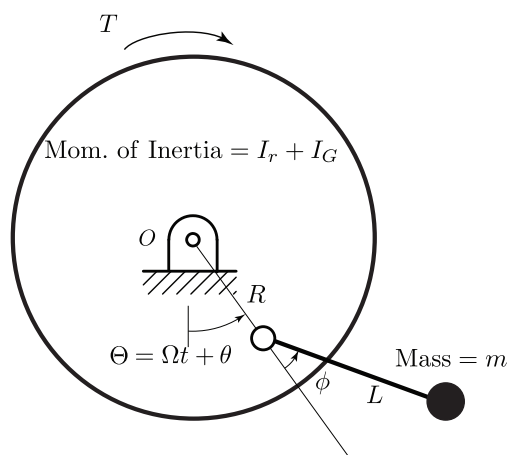

Figura 1: Schema di pendolo centrifugo
Il principio di funzionamento di tale dispositivo risiede nel cosiddetto *pendolo centrifugo*. Quest'ultimo, in prima approssimazione, può essere schematizzato quale massa puntiforme  $m$  collegata all'albero mediante coppia rotoidale, così come mostrato in Figura 1.
- Avvalendosi del Principio dei Lavori Virtuali, ed adottando  $\Theta$  e  $\phi$  quali coordinate generalizzate, si deducano le equazioni del moto del sistema a 2 g.d.l. schematizzato in Figura 1.
Eseguire la simulazione dinamica del sistema di Figura 1 assumendo: